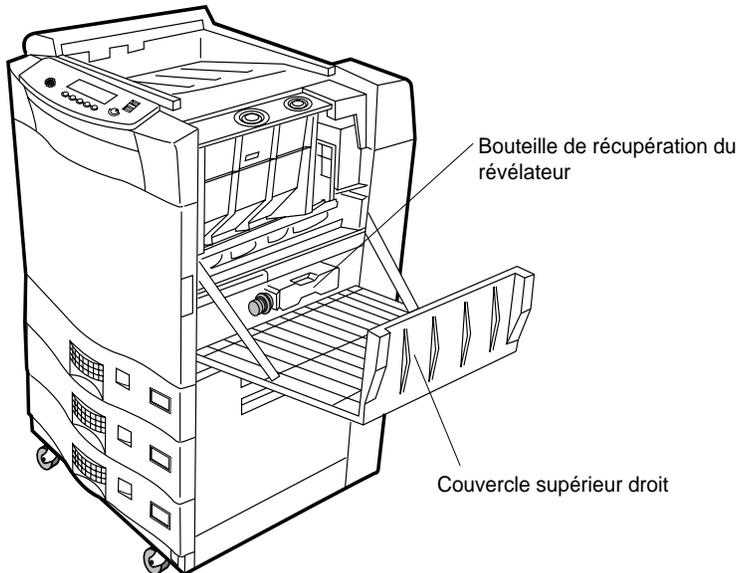

Figure 4-15 Révélateur et bouteille de récupération du révélateur
- Ouvrez le couvercle supérieur droit et repérez la bouteille du révélateur, comme illustré à la Figure 4-15.